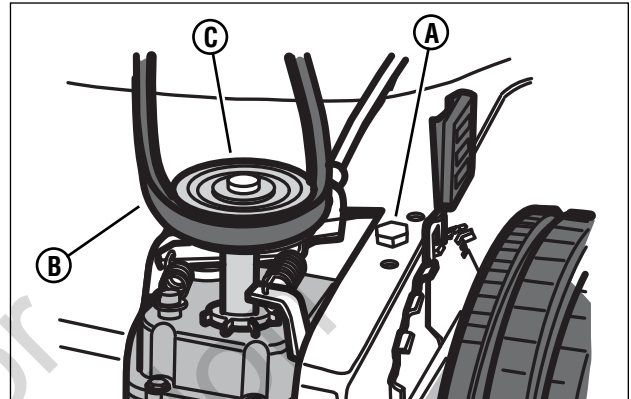

Figura 18: Aflojamiento del perno de tensión de la correa
3. (SP2265 y NSP2265 únicamente): afloje el perno de tensión de la correa (A, Figura 18).